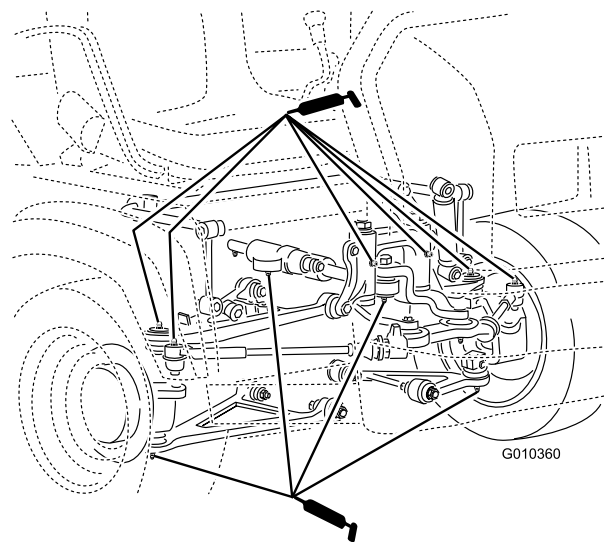

Bild 48
- **Kugelgelenke**(4), siehe Bild 48
- **Schwenkhalterungen** (2), siehe Bild 48
- **Lenkzylinder** (2), siehe Bild 48
- **Spurstangen** (2), siehe Bild 48